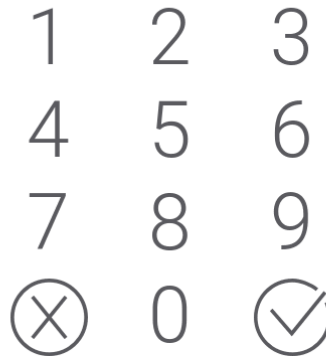

Abb. 13. Einstellung der Adresse.
1. Tippen Sie nacheinander auf „Struktur“ ► „Module“ ► „Identifizierung“ ► „BedTeil-Adresse“. Alle verdrahteten Bedienteile werden folgende Meldung anzeigen: „LCD - Adresse (n, 0-x)“ [n – Bedienteiladresse; 0-x – Bereich bedienter Adressen] (Abb. 13).